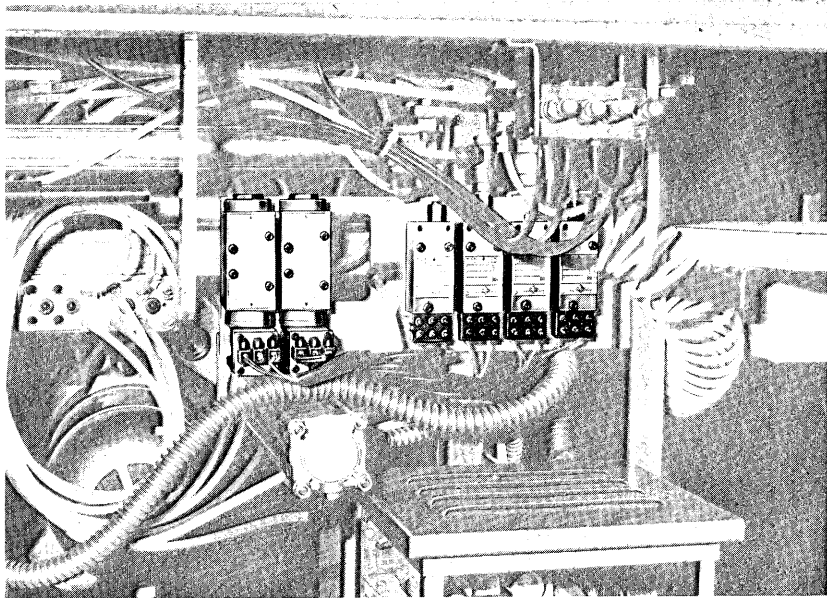

Fig. 6
12) Un groupe de soupapes et d'électro-soupapes (fig.6) pour l'actionnement des diverses fonctions pneumatiques